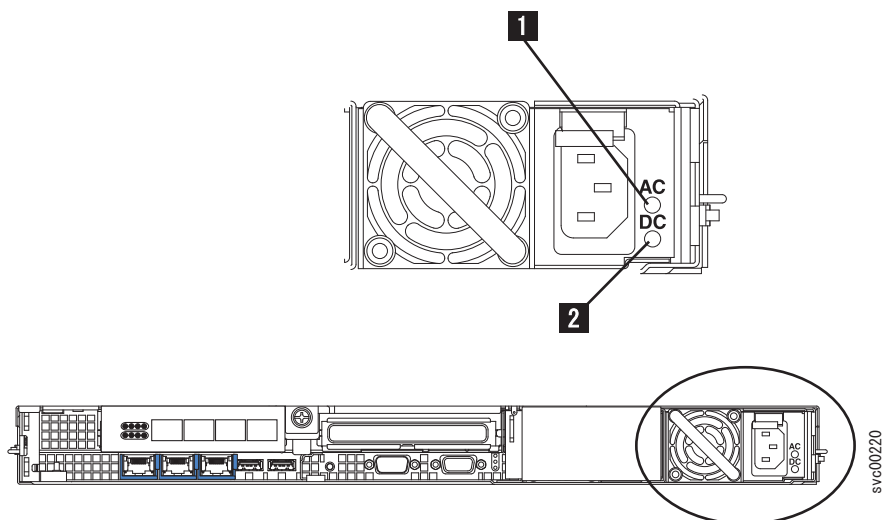

図 161. SAN ボリューム・コントローラー 2145-8G4 の AC および DC LED
4. 電源機構上の AC 電源 LED **1** および DC 電源 LED **2** が点灯し (192 ページの図 161 を参照)、電源機構が正しく作動していることを示していることを確認してください。2 つの緑色の LED は電源コード・コネクタの隣にあります。